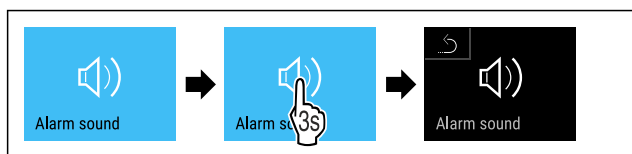

Fig. 93
- ▶ Atlikite veiksmus (žr. Fig. 93) .